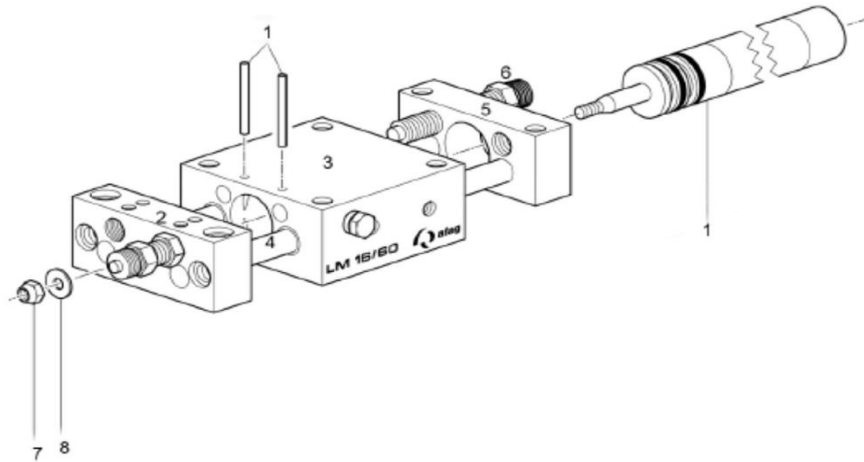

Abb. 23 Verschleissteile austauschen - LM 16
1. Grundkörper (Abb. 23, 3) im Schraubstock spannen und Sicherungsmutter (Abb. 23, 7) lösen - dabei muss die Kolbenstange festgehalten werden.
2. U-Scheibe (Abb. 23, 8) entfernen.
3. Die 2 x Schwerspannstifte (Abb. 23, 1) auf der Handpresse herausdrücken.
4. Modulzylinder (Abb. 23, 1) nach hinten aus dem Grundkörper (3) entfernen.
5. Grundkörper (Abb. 23, 3) reinigen.
1. Den neuen Zylinder (Abb. 23, 1) in den Grundkörper (Abb. 23, 3) einsetzen.
2. 2x Schwerspannstifte (Abb. 23, 1) auf Handpresse in Grundkörper (Abb. 23, 3) eindrücken.
3. Kolbenstange in Stirnplatte (Abb. 23, 2) einsetzen und U-Scheibe auflegen.
4. Kolbenstange festhalten und Mutter (Abb. 23, 7) auf Kolbenstange festschrauben.
7. Endkontrolle vor dem Moduleinbau durchführen: Die Führungswellen (Abb. 23, 4) müssen im Grundkörper (Abb. 23, 3) verschiebbar sein.